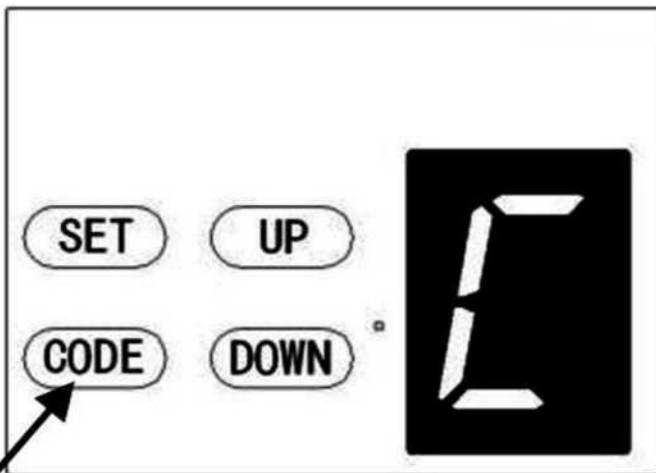

Fig.40
7.3.- Borrando Transmisores (Fig.40).